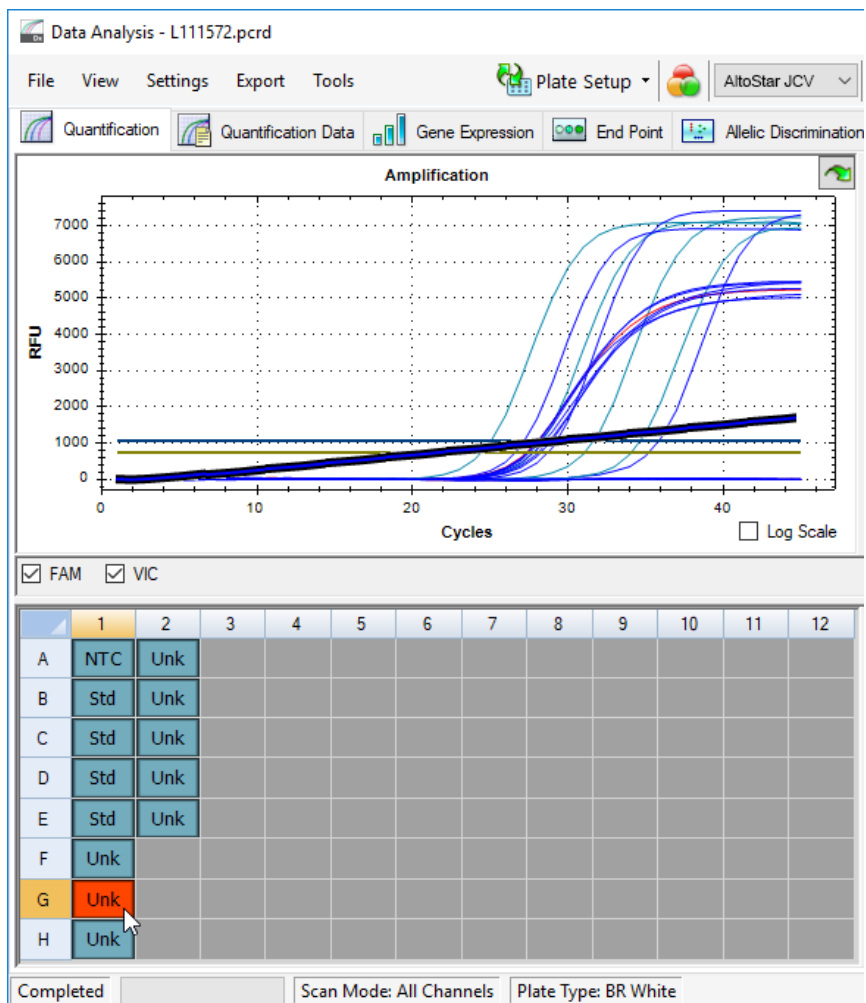

Figura 6: Finestra Data Analysis (Analisi dei dati): segnale PCR irregolare
2. Identificare i pozzetti con segnali PCR irregolari (aumento del segnale lineare, picchi anomali, ecc.) in uno qualsiasi dei canali di rilevamento FAM™ (JCV target) e VIC™ (IC) (vedere figura 6).